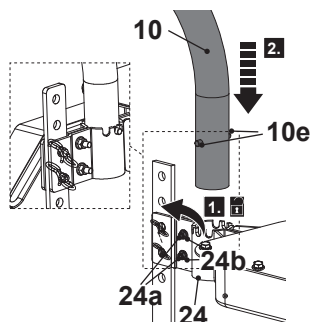

Fig. 4
1. Solte as duas porcas (24b) no sentido contrário ao dos ponteiros do relógio dos parafusos (24a) utilizando duas chaves inglesas adequadas, mas não as remova (fig. 4, passo 1).
2. Empurre a barra do manípulo inferior (10) na ranhura do suporte de manípulo (24) e certifique-se de que os dois pinos (10e) engatam na posição (fig. 4, passo 2).
3. Aperte as porcas (24b) na rosca dos parafusos (24a) para segurar a barra do manípulo inferior (10) na posição.